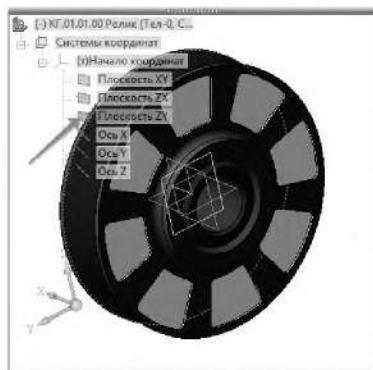

Рисунок 3.28. Выбор плоскости сопряжения «Ролика»
2.3.9 Такую же плоскость укажите в Дереве модели сборочной единицы *Ролик* в Дополнительном окне (рисунок 3.28).